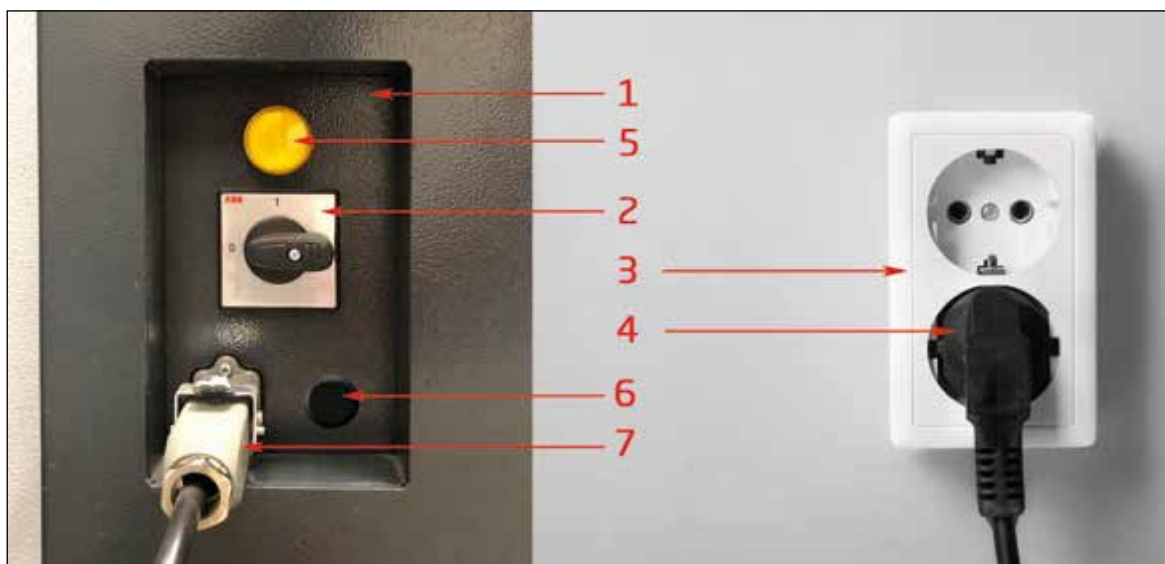

Рис. 7. Панель питания РТУ, где:
1.5.1 Подключите (Рис. 7) силовую вилку (7) к входному щитку РТУ (1) и затем к электрической розетке (3), (4). Включите питание РТУ, повернув переключатель (2) в положение «1». Загорится желтый индикатор включения питания (5).